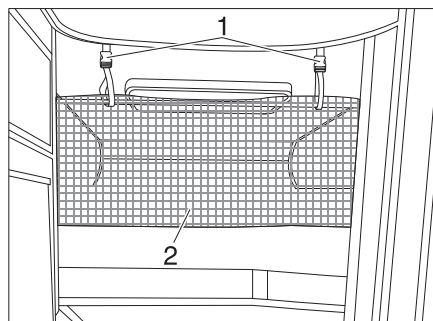

Fig. 147 Red de seguridad
La red de seguridad (Fig. 147, 2) viene de serie entre el colchón y el somier. Tender la red de seguridad cuando la persona ya se encuentre en la cama.
- Engatillar las cintas de sujeción (Fig. 147, 1) en los soportes en el techo.